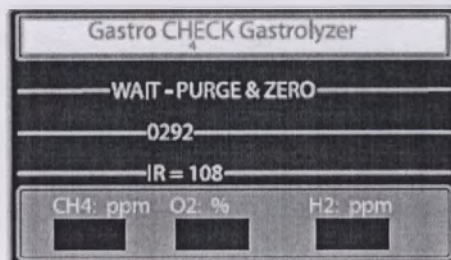

fig.14
13. Прибор начнет процесс очистки и обнуления, по окончании которого раздастся звуковой сигнал (Рис. 14).